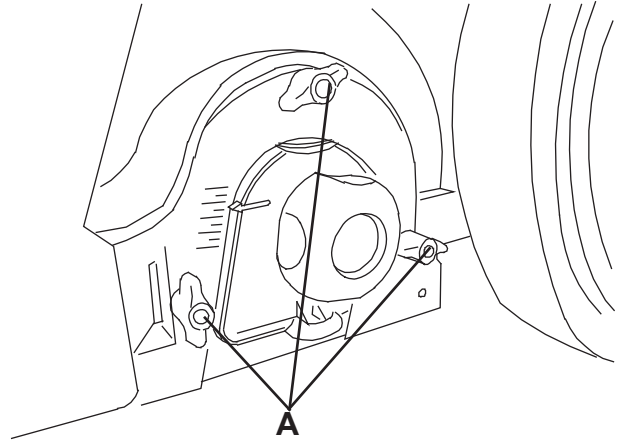

Figure 5
2. Positionner l'interrupteur général (1) sur "0".
3. Déposer le conteneur déchets (9).
4. Dévisser complètement les manivelles (A, Fig. 5) sur le côté gauche de la machine.